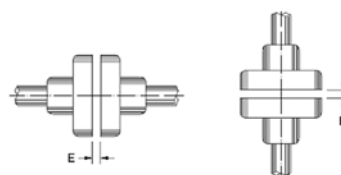

Figura 4.12: Holgura axial del acoplamiento (E)
Alinear cuidadosamente las puntas de eje y, siempre que sea posible, usar acoplamiento flexible, dejando una holgura (E) mínima de 3 mm entre los acoplamientos, conforme es mostrado en la Figura 4.12.